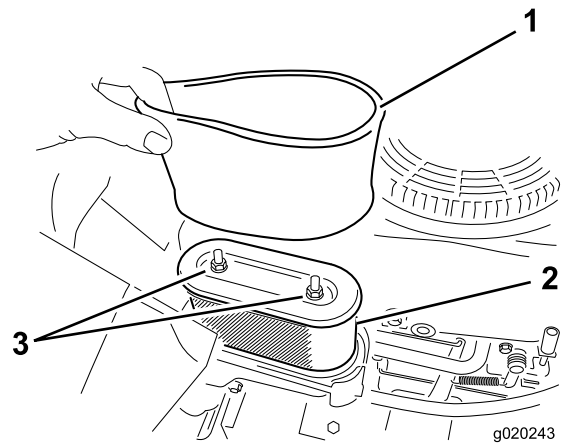

Figura 29
5. Cuidadosamente, retire os elementos de espuma e de papel da caixa do filtro de ar (Figura 29).
1. Coloque o filtro de esponja no filtro de papel (Figura 29).